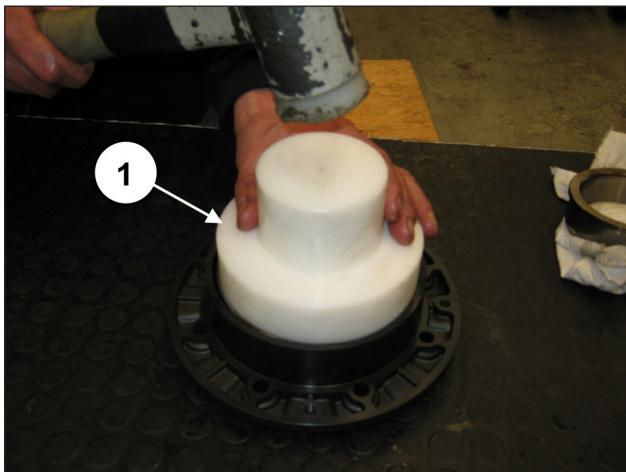
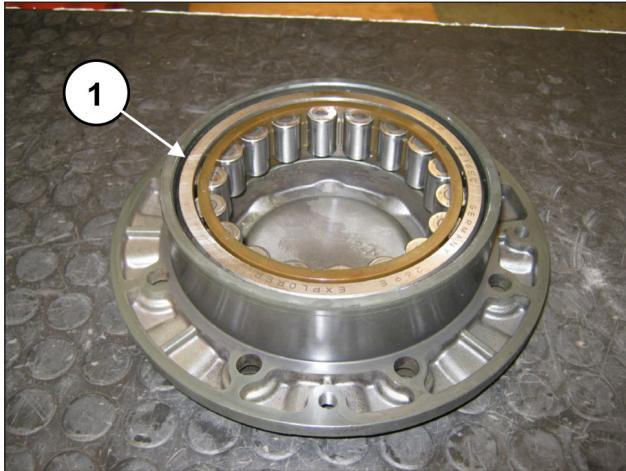

图 57
图 58
重复对轴承盖的操作，用代码 27605000 的工具预装曲轴轴承的外圈（位置①，图 57），直到其完全啮合（位置①，图 58）。